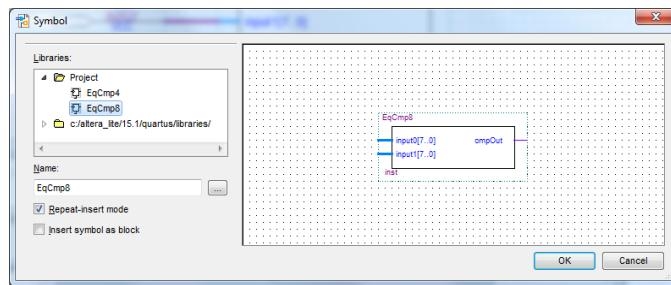
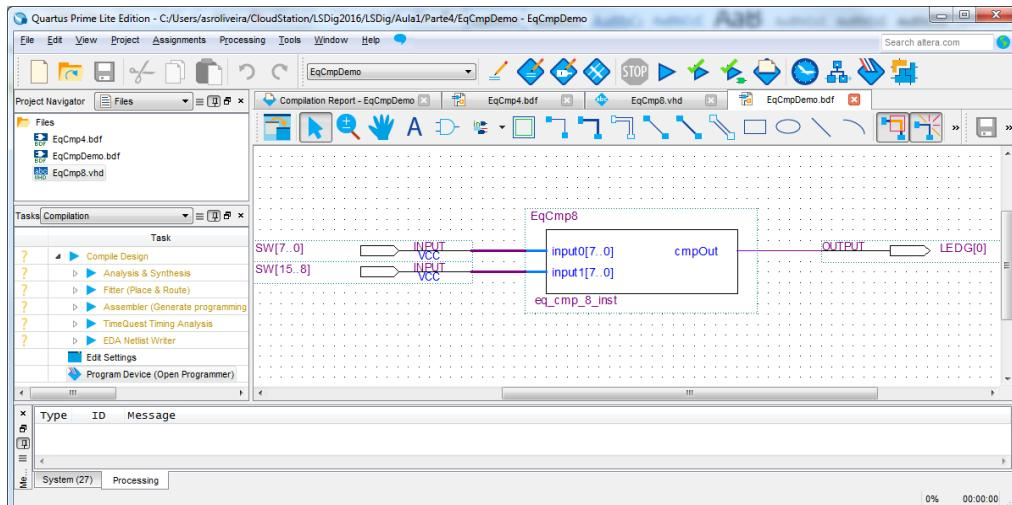

Figura 67 – Instanciação num diagrama esquemático do módulo “EqCmp8”.
Figura 68 – Interligação do módulo “EqCmp8” e dos portos de entrada e de saída e identificação dos diversos elementos do circuito no módulo “EqCmpDemo”.
11. Troque no ficheiro *top-level* “EqCmpDemo” a instanciação do módulo “EqCmp4” pelo módulo “EqCmp8” (Figura 67) e ligue-o tal como ilustrado na Figura 68.